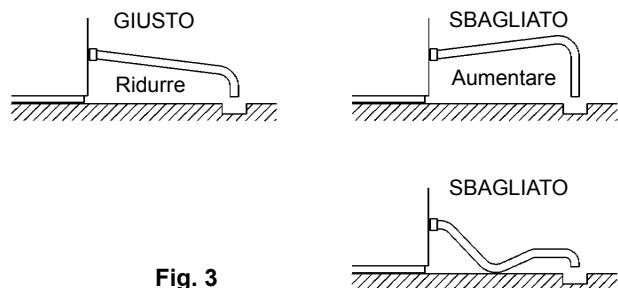

Fig. 3
- * Per evitare fenomeni di antiriflusso nella vaschetta di deposito, collocare il tubo di uscita come illustrato in Fig. 3.
3) Collegare il flessibile grigio (accessorio) al raccordo R3/4 sulla sinistra della vaschetta di deposito come indicato, accertandosi che la guarnizione di tenuta sia correttamente posizionata. Avvitare quanto basta a evitare perdite. Se necessario, accorciare il tubo in modo da garantire la corretta posizione del canale di scolo (Fig. 3).